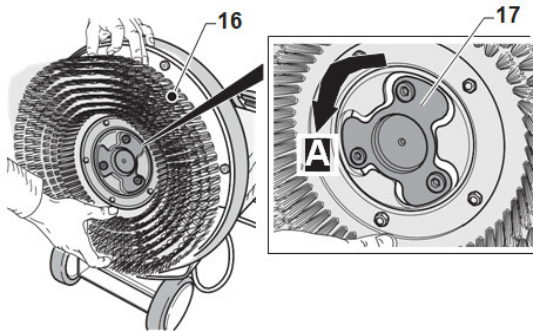

Abb. 7: Montage der Bürste
Montage der Bürste (Abb. 7)
Schritt 2: Setzen Sie die Bürste (Pos. 16, Abb. 7) auf den Maschinensockel und sperren Sie sie mit der passenden Schmetterlingsmutter (Pos. 17, Abb. 7).
Schritt 3: Führen Sie eine halbe Drehung in Pfeilrichtung (A), um die einzuspannen (Pos. 16, Abb. 7). Richten Sie die Maschine wieder auf.
Um die Bürste abzubauen, kippen Sie die Maschine und drehen Sie die Bürste (Pos. 16, Abb. 7) entgegengesetzt zur Pfeilrichtung (A).